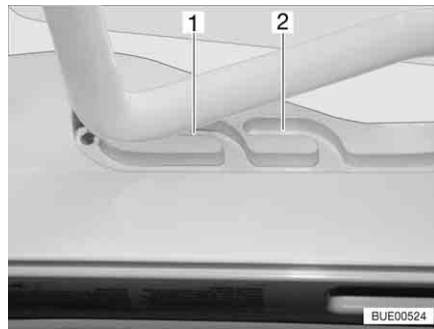
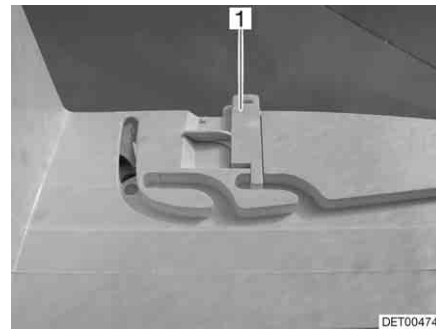

Bild 90 Heki-takluckan i ventilationsläge
Bild 91 Lås ventilationsläge
Heki-takluckan kan ställas i två ventilationslägen: Läget för dåligt väder (Bild 90,1) och mittläget (Bild 90,2). Beroende på modell kan takluckan låsas i mittläget med spärren (Bild 91,1).
- Tryck bygel lätt uppåt och skjut in den i det valda spåret (Bild 90,1 eller 2) och lås eventuellt.